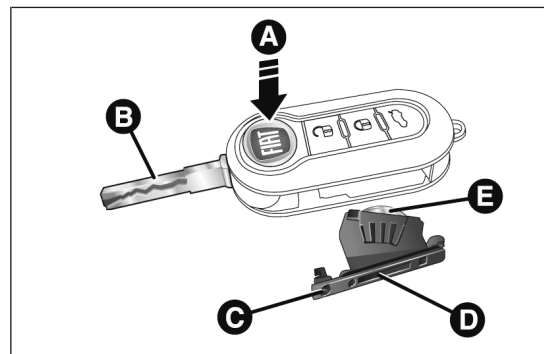

fig. 15
- appuyer sur le bouton A fig. 15 et mettre la pièce métallique B en position d'ouverture ;